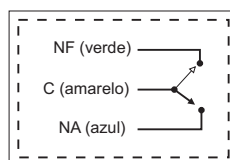

Figura 2
•Conecte os fios de controle aos contatos: C, NF e NA (Figura 2);